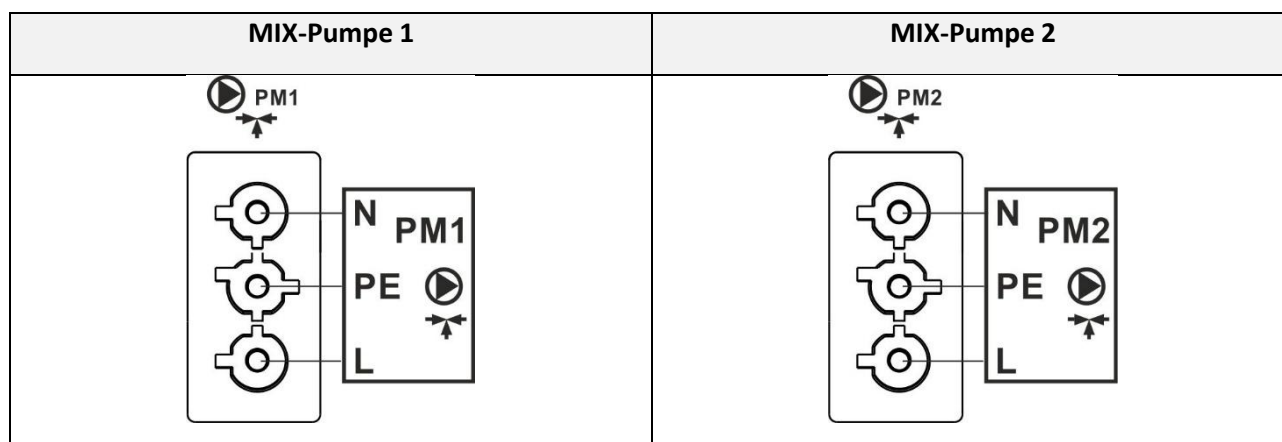

Abbildung 25: Schaltplan der MIX-Pumpen
- Schließen Sie die MIX-Pumpe über den Anschluss oben auf der Schalttafel an das Steuergerät an (siehe Abbildung 25), entsprechend der technischen Dokumentation des Pumpenherstellers.